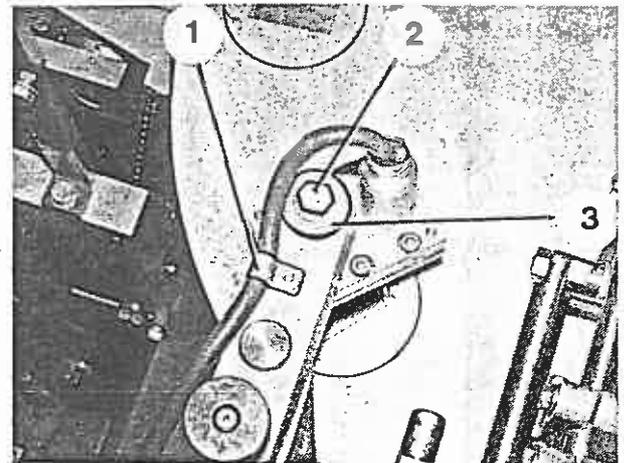

Bild 146
2. Halteschellen (Bild 146/1) der elektrischen Leitung abbauen und Befestigungsschrauben (Bild 146/2) herauschrauben.
Preßstempel so ansetzen, daß der Zentrierstift in die Bohrung des Preßstempels eingreift. Auf richtigen Sitz der Isolierplatte (Bild 146/3) achten.